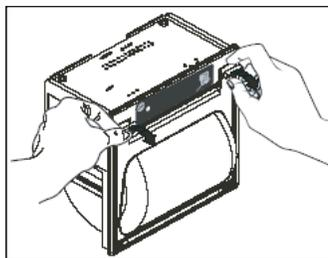

Fig. 31 : Ouverture de l'imprimante
1. Ouvrez le couvercle de l'imprimante comme indiqué sur la figure 31.